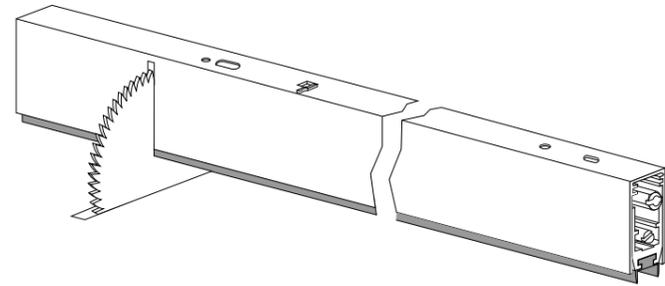

FIG.1
- Raccourcir la plinthe à la longueur de la porte (figure1).